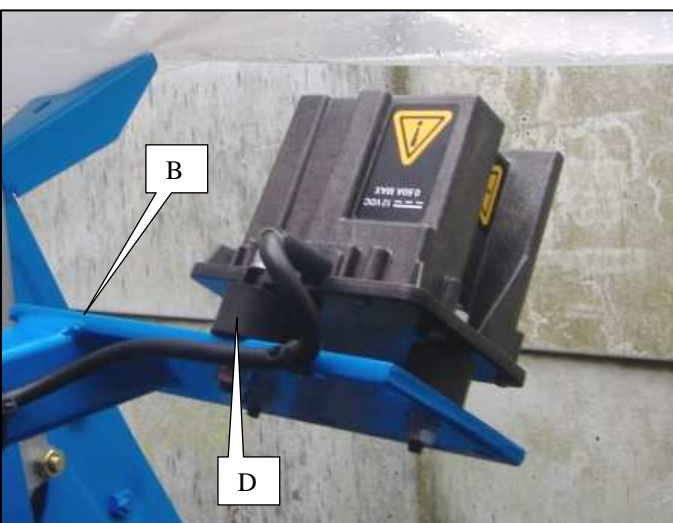

Fig. 3
Nel modello NX, fissare la scatola sensore F (fig. 3) sull'asse superiore blocco ruota.
-Fixer le radar sur son support à l'aide des 3 pièces de fixation caoutchoutées D (Fig.3).